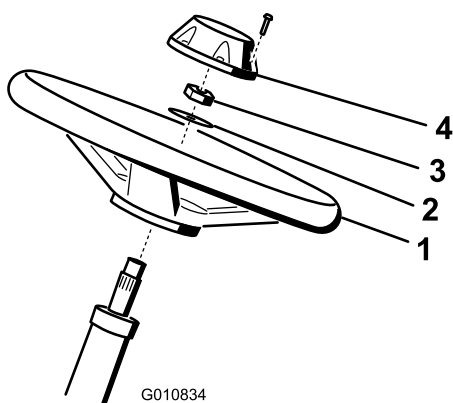

図 6
1. ハンドルをステアリングシャフトにはめ込む 図 6。
2. ワッシャをステアリングシャフトにはめ込む 図 6。
2.8-3.6 kg/m = 20-26 ft-lb にトルク締める 図 6。
4. キャップを取り付け、ボルト6本で固定する 図 6。